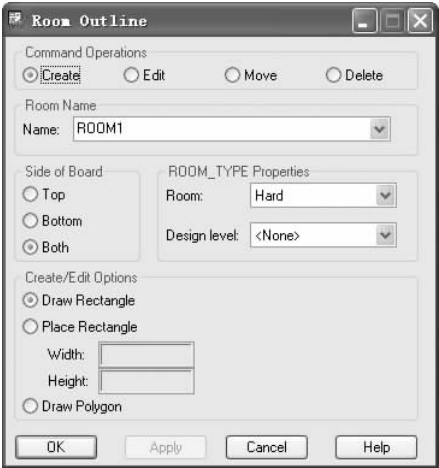

图 12-120 “Room Outline（区域布局外框线）”对话框
5) 选择菜单栏中的“Setup（设置）”→“Outlines（外框线）”→“Room Outlines（区域布局外框线）”命令，将弹出“Room Outline（区域布局外框线）”对话框，如图 12-120 所示。